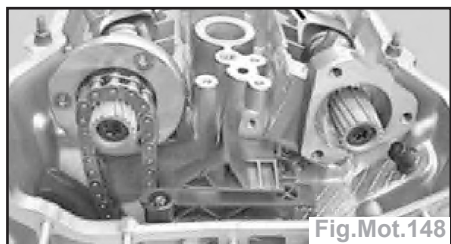

Fig.Mot.148
- Poser les arbres à cames de sorte que les pointes des cames des soupapes d'admission et d'échappement du 1^{er} cylindre soient tournées l'une vers l'autre (Fig.Mot.148).
- Tourner le moteur sur deux tours dans son sens normal de rotation jusqu'à ce que les cames des arbres à cames d'admission et d'échappement convergent à nouveau au niveau du 1^{er} cylindre (Fig. Mot.148).